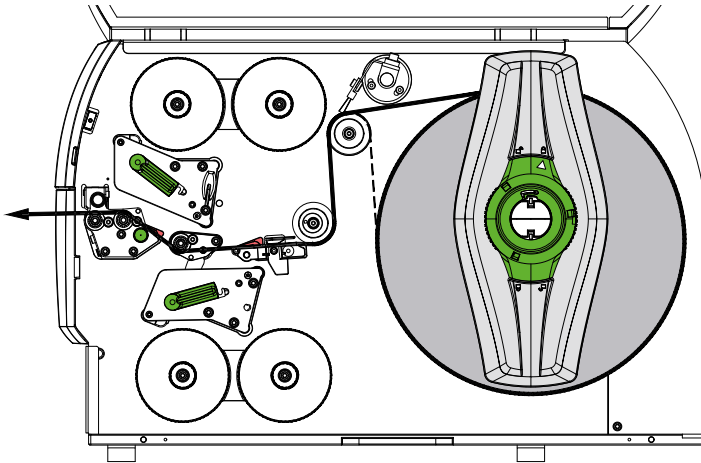
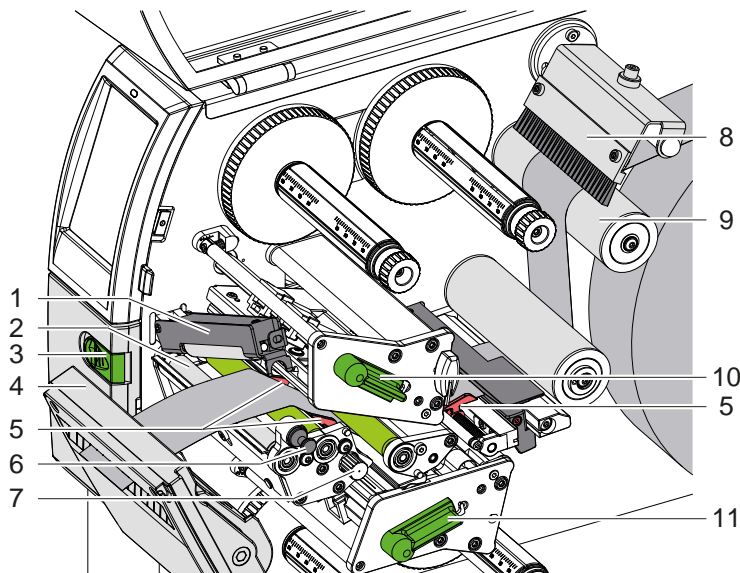

Figura 12 Recorrido del material
Figura 13 Colocación del material en el mecanismo de impresión
1. Desbobinar la tira de material del carrete y guiar hasta el mecanismo de impresión conforme a Figura 12.
2. Tirar del pasador de bloqueo (6). El rodillo de tracción secundario (1) se abate hacia arriba.
3. Girar la palanca (10) en sentido antihorario y girar la palanca (11) en sentido horario para levantar los dos cabezales.
4. Apartar escobilla (8) del rodillo de inversión (9).
5. Separar las guías (5) girando el botón (7) hasta que el material quepa entre ellas.
6. Pasar el material como en la Figura 13 por las dos unidades de impresión hasta el rodillo de tracción (2) y colocarlo entre las guías (5).
7. * Dispositivos con cortador: Mover el botón (3) a un lado y apartar el módulo del cortador (4) de la impresora, pasar el material entre las cuchillas del cortador y cerrar el cortador.
8. Acercar las guías hasta los bordes del material girando el botón (7).
10. Tirar del pasador de bloqueo (6). Empujar el rodillo de tracción secundario (1) hacia abajo y bloquear con el pasador de bloqueo.
13. Cerrar la escobilla (8) en el rodillo de inversión (9).